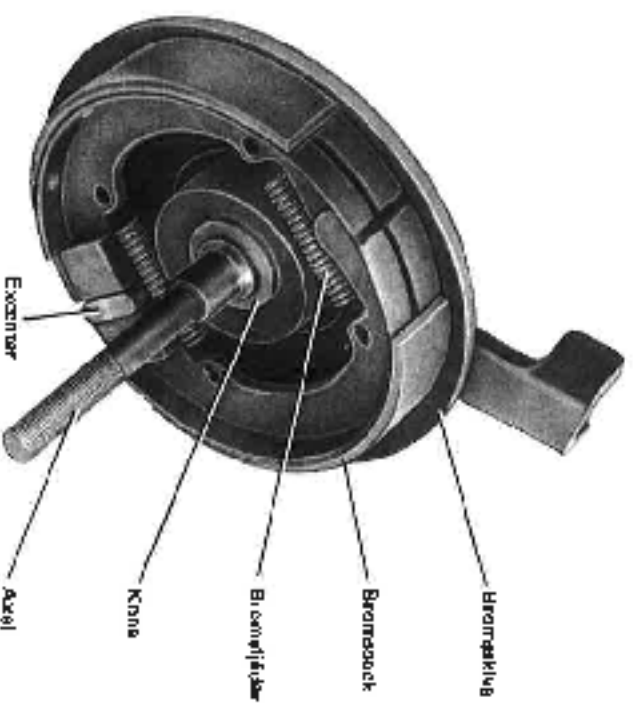

Bild 11. Axel med bromsmontering
- Distal axeln 13 med kullingsordning in. se bild 11, och ta bort kulhällarna 12.
3. Sätt in bromshackarna 8, fäst dem med bromsfjäderna 14, bild 11.